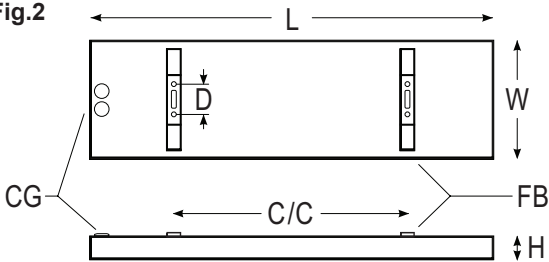

**Fig.1**
**1.** The Energostrip can be mounted to the ceiling or on the wall, horizontally, where the lowest installation height is 1.8m (2.3m UK) from the floor level. Respect and follow the minimum distances to the surrounding surfaces, according to fig.1. If the heater is fitted in vertical position the connection box must be positioned at the lower end of a sloping ceiling. Fixed heater must not be mounted in front of a socket outlet.
1. Der EnergoStrip kann an der Decke oder an der Wand montiert werden (horizontal). Die niedrigste Montagehöhe beträgt 1,8 m. Die Mindestabstände laut fig.1 sollten eingehalten werden. Wenn die Heizung in vertikaler Position montiert ist, muss die Anschlussbox am unteren Ende einer Dachschräge positioniert werden. Befestigen Sie den Heizkörper nicht unter einem Wandschalter!
**1.** Le Energostrip peut être monté sur les murs ou le plafond (horizontal). La hauteur de fixation minimale est de 1,8 mètres. Les distances minimales selon la figure 1 doivent être respectées. Si le chauffage est installé verticalement, la boîte de connexion doit être placée sur le dessous. Les chauffages fixes ne doivent pas être montés devant une prise de courant.
**1.** Energostrip kan monteras i taket eller på väggen, horisontellt, där den lägsta monteringshöjden är 1,8 m ifrån golvnivån. Respektera och följ min. avstånden till omgivande ytor enligt fig.1. Om värmaren ska monteras vertikalt, måste kopplingsutrymmet placeras nederst. Fast monterad värmare får inte placeras framför ett vägguttag.